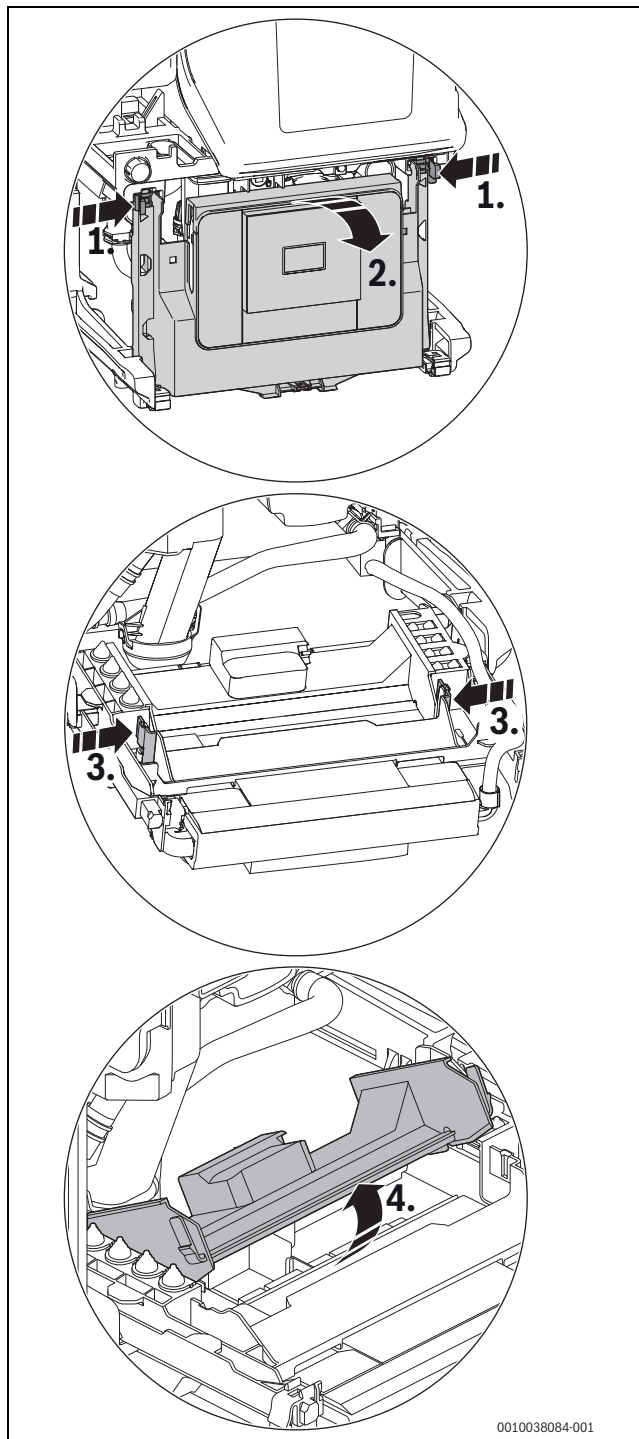

Bild 132 Abdeckung öffnen
- Steuergerät herunterklappen (→ Bild 132, Seite 64).